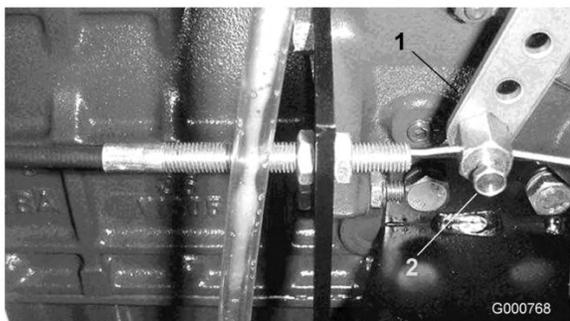

Figure 58
- Desserrez la fixation du câble d'accélérateur sur le bras du levier de la pompe d'injection (Figure 58).